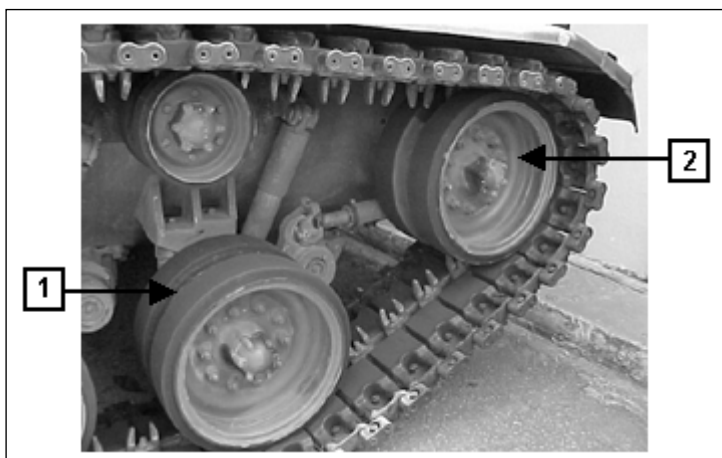

Fig 6-5. Ponto de abertura da lagarta
a. Movimentar o CC até o ponto de abertura estar entre a roda de apoio dianteira (1) e a polia tensora (2). Aplicar o freio de estacionamento. (Fig 6-5)